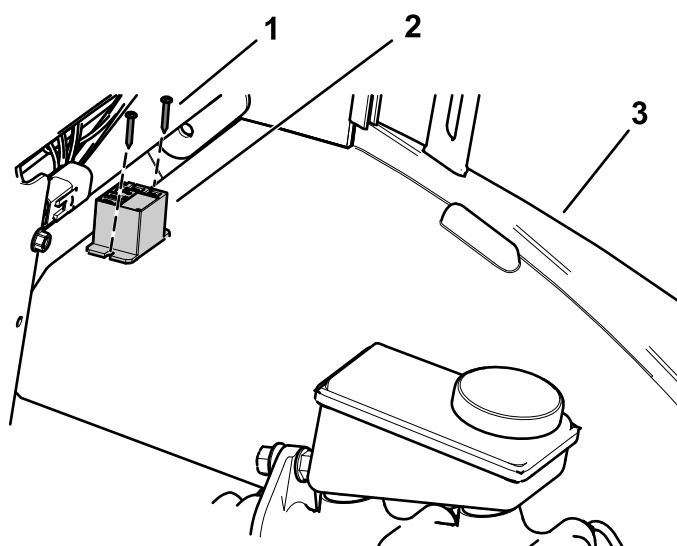

图8
6. 如图8所示用 2 个螺丝#4 x 3/4 英寸将继电器安装到左挡泥板上。